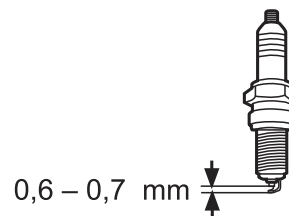

Fig. 63
6. Vérifiez l'écartement de la bougie. Il doit être de 0,6 à 0,7 mm (Fig. 63).
8. Pour changer la bougie, vissez-la d'abord à la main puis serrez-la légèrement avec l'outil multifonctions (31).